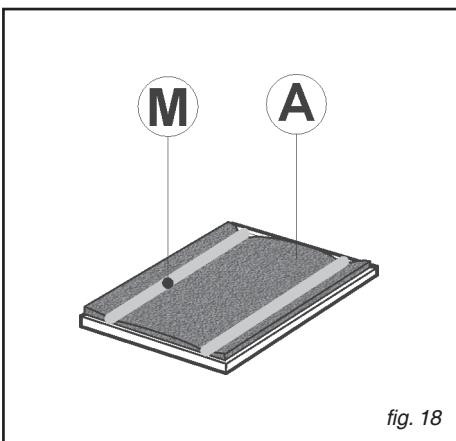

fig. 18
- **Démontage des filtres à charbon (fig.18)**